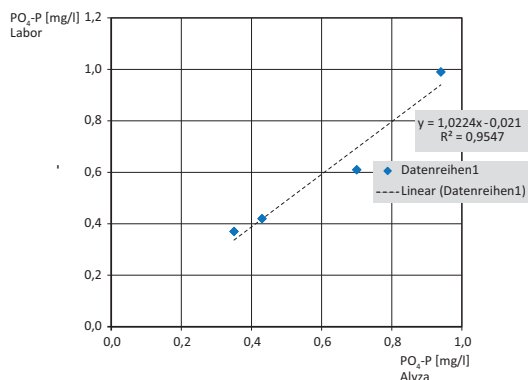

Abbildung 5: Lineare Regression der Messwertepaare mit einem Bestimmtheitsmaß von über 0,95
**Abbildung 5 zeigt die Regressionsgerade mit einem Bestimmtheitsmaß  $R^2 > 0,95$ . Die Messwerte des Alyza IQ PO4 passen also auch hier sehr gut zu den Laborwerten.**